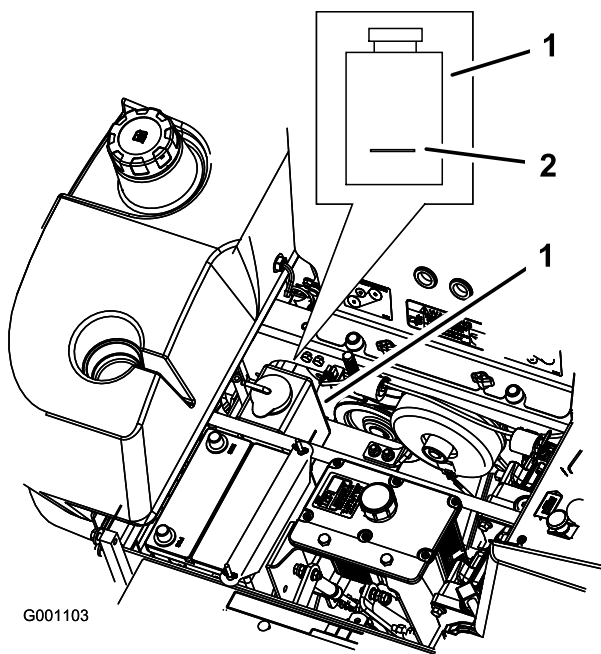

Figure 47
3. Lorsque le moteur est froid, vérifiez le niveau de liquide dans le vase d'expansion. Le liquide doit atteindre la bosse à l'extérieur du vase d'expansion (Figure 47).
4. Si le niveau de liquide est insuffisant, versez un mélange 50/50 d'antigel longue durée/Dex-Cool® et d'eau dans le vase d'expansion (Figure 47).
5. Versez une quantité suffisante de mélange 50/50 dans le vase d'expansion pour atteindre le trait de repère (Figure 47).